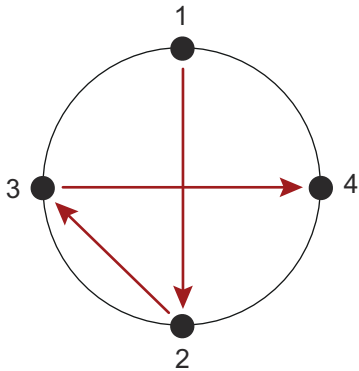

Abbildung 1
4. Die Anschweißplatte mithilfe des geeigneten Füllmaterials am Tank an den Positionen 1 und 2 von der Innenseite des Tanks aus heftschweißen (siehe Abbildung 1). Sicherstellen, dass die Anschweißplatte fluchtrecht ausgerichtet ist; ggf. anpassen. Dann an den Positionen 3 und 4 heftschweißen. Zwischen jedem Punkt sicherstellen, dass die Schweißzone mit Druckluft heruntergekühlt wird.